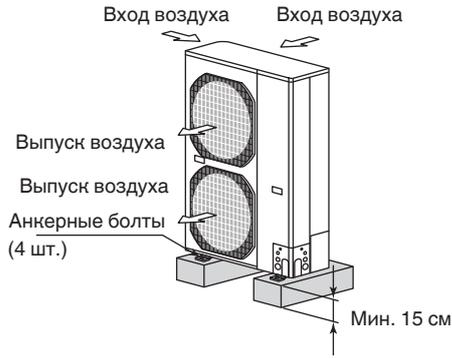

Рис. 2-5
- Обеспечьте сплошное основание (бетонный блок, 10 × 40 см или эквивалентный), минимум 15 см над землей для уменьшения влажности и защиты блока от возможного повреждения водой и сокращения срока службы. (Рис. 2-5)